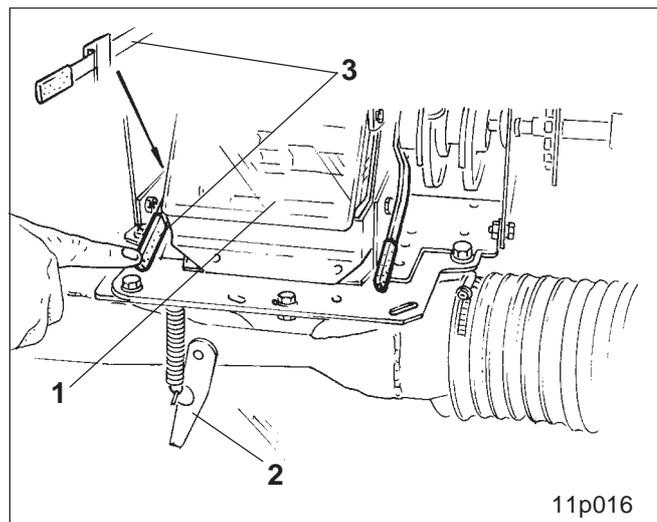

Fig. 50.1
- durchsichtige Kunststoffklappe (Fig. 50.1/1)
- Injektorschleusenklappe (Fig. 50.1/2) und
Zum Öffnen der Restentleerungsklappe hinter der Dosiereinheit Hebel (Fig. 50.1/3) nach unten drücken und arretieren.